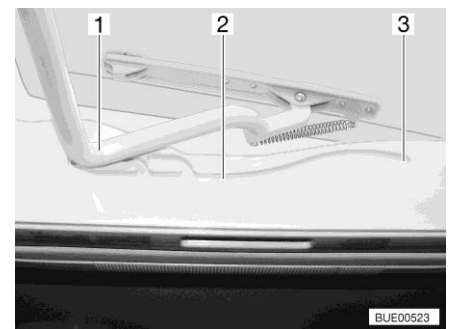

Fig. 112 Glissière (lanterneau Heki)
- Tirer l'étrier (Fig. 112,1) dans les glissières (Fig. 112,2) jusque dans la position la plus reculée (Fig. 112,3).
- Pousser l'étrier (Fig. 112,1) légèrement vers le haut avec les deux mains.
- Tirer l'étrier dans les glissières (Fig. 112,2) jusqu'à la position souhaitée.